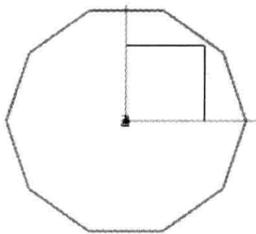
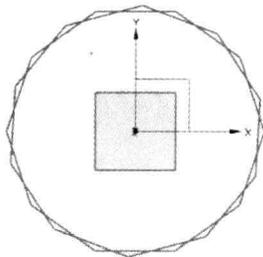
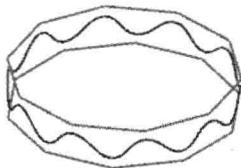

图 1.2.1 多边形 1
图 1.2.2 多边形 2
图 1.2.3 艺术样条 1
Step2. 创建图 1.2.1 所示的多边形 1。选择下拉菜单 **插入(I)** → **曲线(C)** → **多边形(P)** 命令；在多边形对话框中的 **侧面数** 文本框中输入值 10。单击 **确定** 按钮，选择 **内接半径** 按钮，在 **内接半径** 文本框中输入值 50，单击两次 **确定** 按钮，然后单击 **取消** 按钮，完成多边形 1 的创建。
Step3. 创建图 1.2.2 所示的多边形 2。选择下拉菜单 **插入(I)** → **曲线(C)** → **多边形(P)** 命令；在多边形对话框中的 **侧面数** 文本框中输入值 10。单击 **确定** 按钮，选择 **内接半径** 按钮，在 **内接半径** 文本框中输入值 50，在 **方位角** 文本框中输入值 15，单击 **确定** 按钮，系统弹出“点”对话框。在“点”对话框 **输出坐标** 区域 **ZC** 的文本框中输入 20，单击 **确定** 按钮，然后单击 **取消** 按钮，完成多边形 2 的创建。
Step4. 创建图 1.2.3 所示的艺术样条 1。选择下拉菜单 **插入(S)** → **曲线(C)** → **艺术样条(A)...** 命令；在 **方法** 区域中单击“根据极点”按钮 ，在 **阶次** 的文本框中输入值 2，选中 **封闭的** 复选框，其他参数都为默认设置；在指定极点位置依次选取图 1.2.1 和图 1.2.2 中的多边形顶点为参考，单击 **<确定>** 按钮，完成艺术样条 1 的创作。
Step8. 创建图 1.2.7 所示的扫掠特征 1。选择下拉菜单 **插入(S)** → **扫掠(S)** → **扫掠(S)...** 命令，在绘图区选取图 1.2.6 所示的草图 2 为扫掠的截面曲线串，选取图 1.2.3